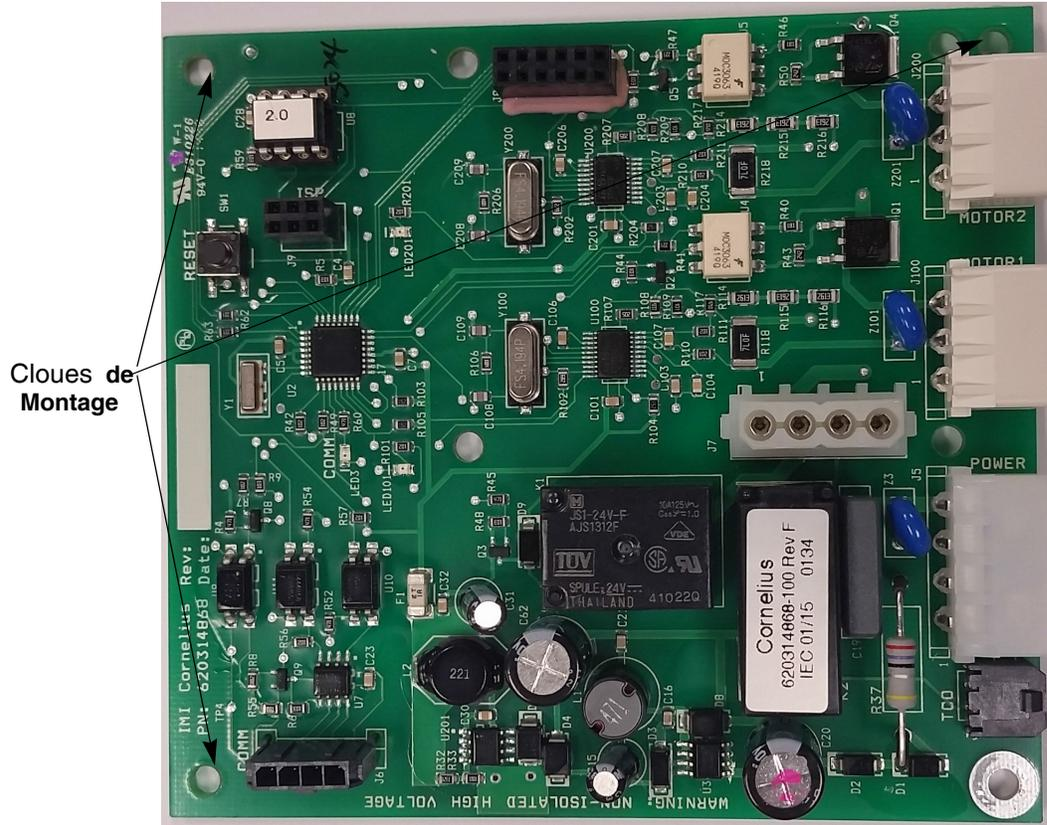

Figure 54. Vue de la carte moteur dans E-Box
La carte de moteur est localisée dans l'E-Box, à droite de la carte de contrôle. Elle est monté sur le panneau sur trois (3) cloues de montage en plastique et un entretoise filetée, comme le montre la Figure 54. Afin de changer de carte moteur, veuillez exécuter la procédure du Tableau 61.